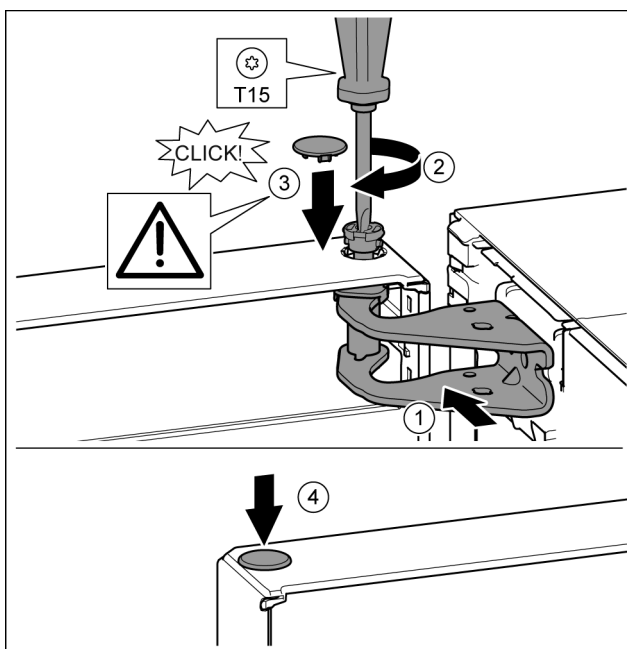

Fig. 20
- ▶ Tür oben zur Öffnung im Lagerbock ausrichten. Fig. 20 (1)
- ▶ Bolzen einsetzen und mit Schraubendreher T15 festschrauben. Fig. 20 (2)
- ▶ Sicherungsabdeckung zur Sicherung der Tür montieren: Sicherungsabdeckung einsetzen und Kontrollieren ob sie auf der Tür aufliegt. Ansonsten Bolzen vollständig einsetzen. Fig. 20 (3)
- ▶ Stopfen einsetzen. Fig. 20 (4)